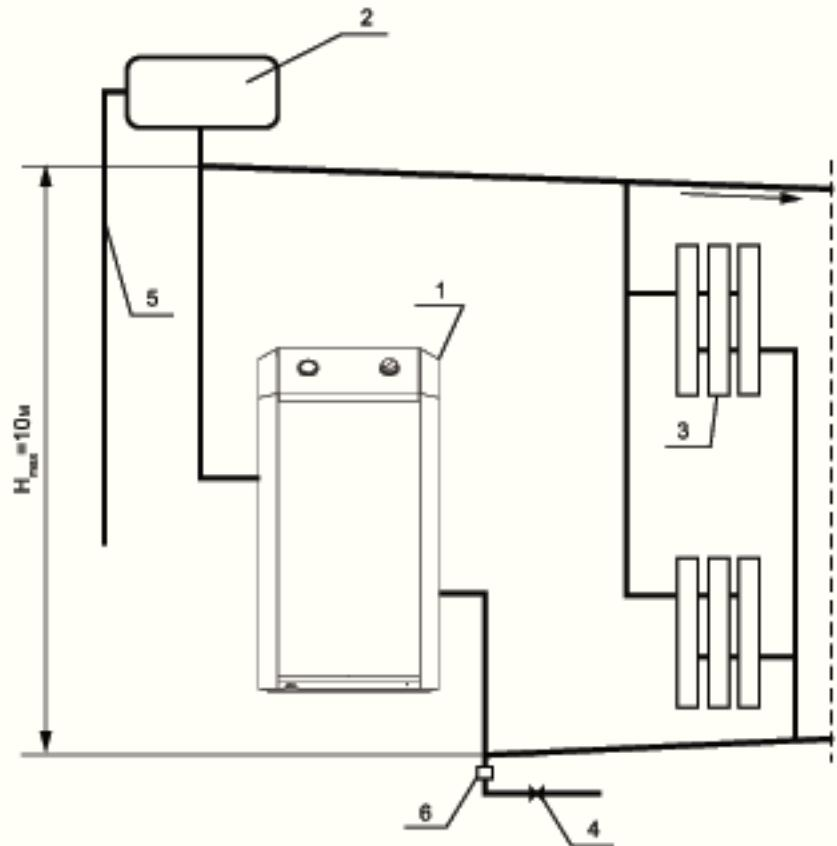

Рис. 2.
- 6.7. Расширительный бак устанавливается в верхней точке главного стояка, жёлательно в отапливаемом помещении. Запрещается устанавливать вентиль на сигнальной трубе (см. рис. 2, 3).